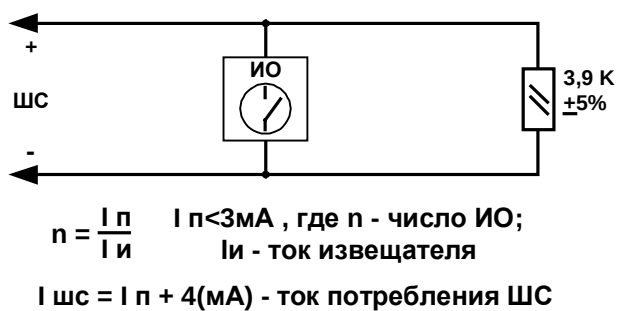

Рис. 6 Охранный ШС с активными ИО
- от активных ИО с нормально-разомкнутыми контактами с контролем обрыва (см. Рис. 6, Табл. 5);
Примечание. Количество ИО, включенных в ШС данного типа рассчитывается по формуле на Рис. 6, исходя из тока применяемого извещателя I_i .